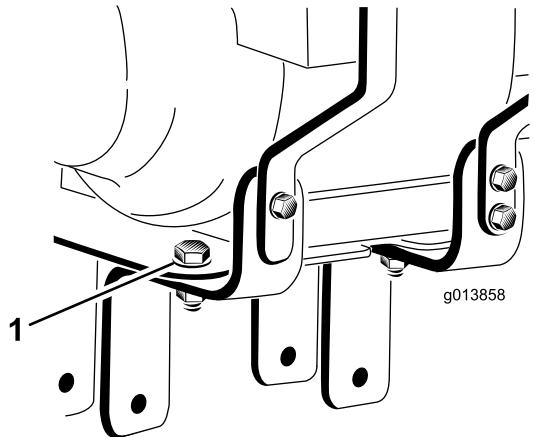

図 3
3. エンジン取り付けブラケットをエンジン取り付けプレートに固定しているボルト2本をゆるめる取り外さないこと図3。